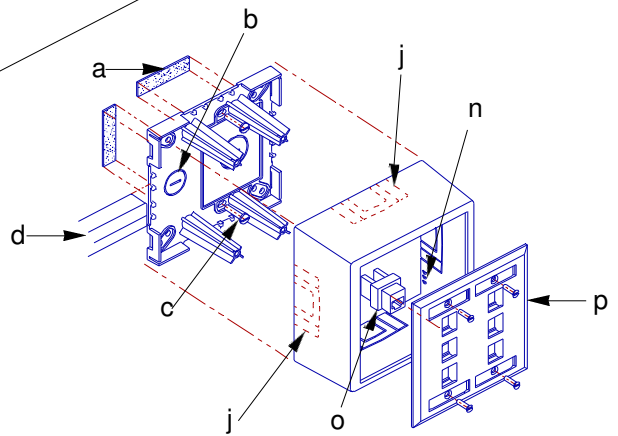

Fig. 4
- Unir las bases de las cajas para dispositivos (fig. 4).
Common Instructions Device Box Fitting • See Fig.4
Directives communes Boîte de dispositif • Voir Fig. 4
Instrucciones comunes Caja de dispositivo • Ver Fig. 4